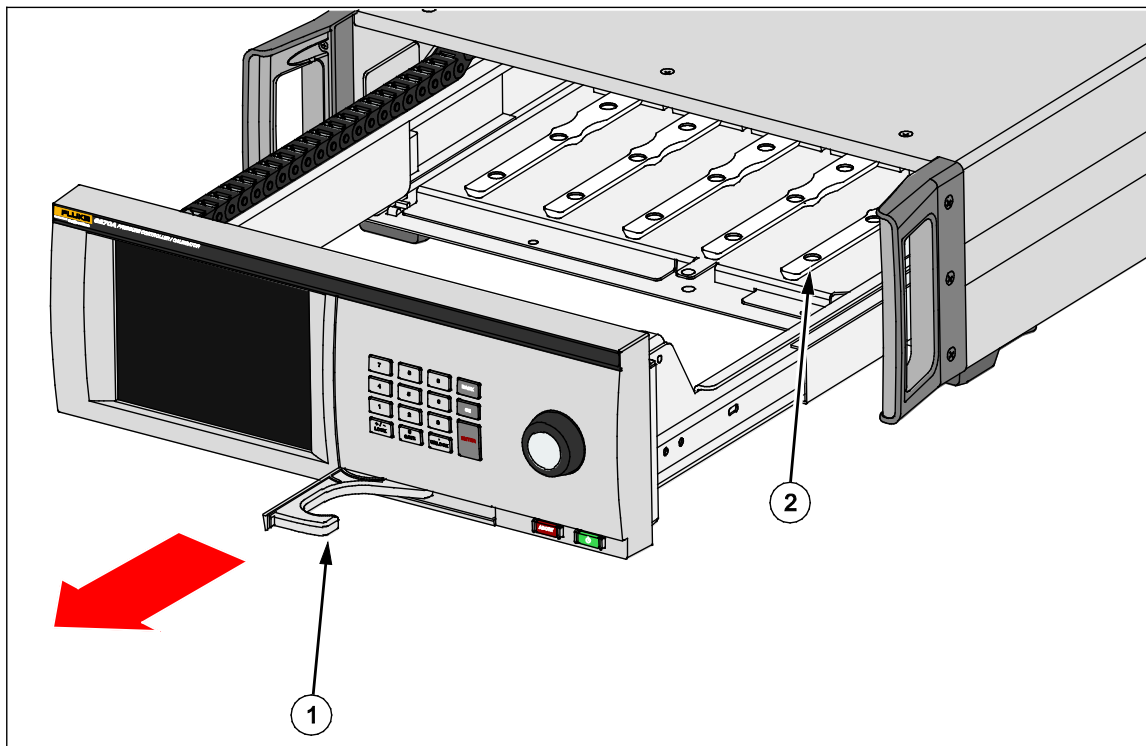
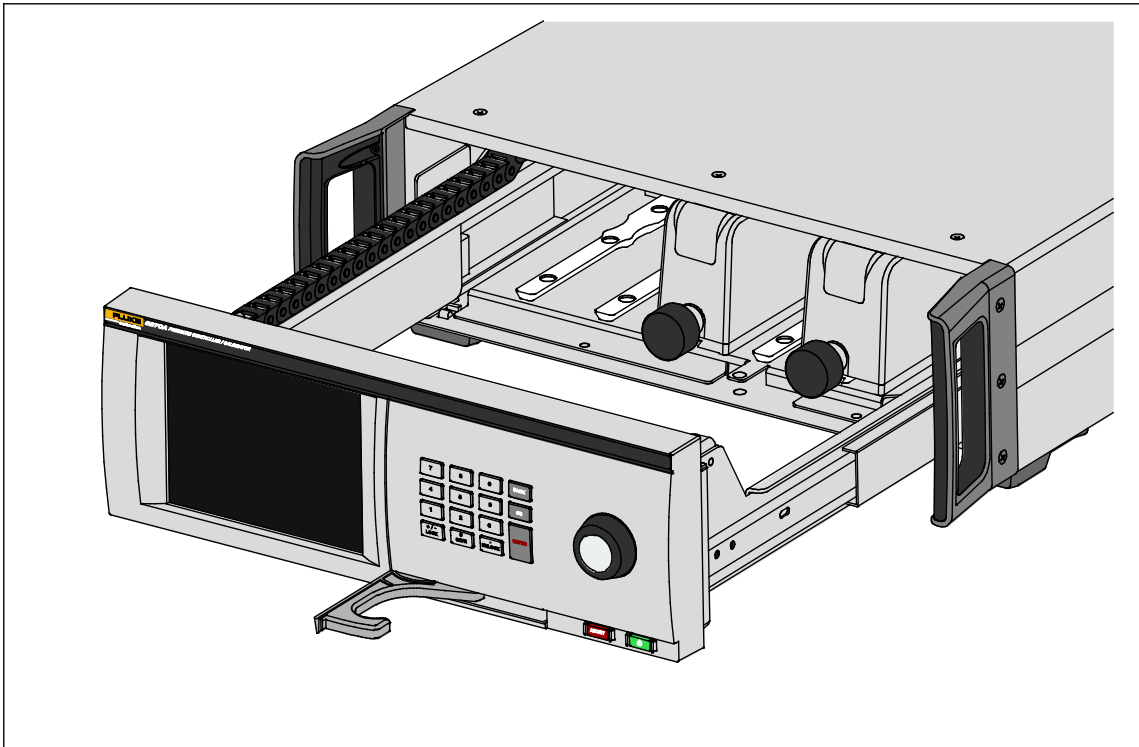

Figura 2. Compartimento do módulo
Figura 3. Instalação do PMM
Para acessar o Compartimento do módulo, veja a Figura 2:
5. O PMM tem uma entrada em sua parte inferior que se encaixa no trilho que fica na parte inferior, dentro da mala do Produto, consulte a Figura 2 (2). Alinhe o trilho com a entrada e, em seguida, deslize o PMM para o fundo da mala, até que ele pare. Veja a figura 3.